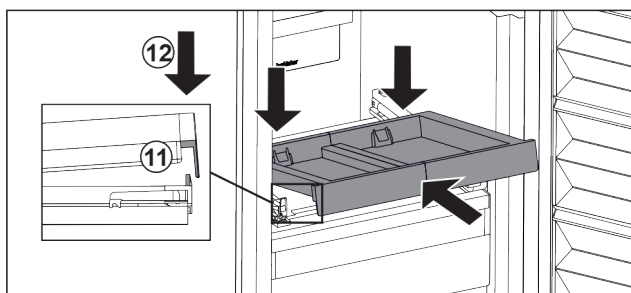

Fig. 103
- ▶ Skub skråt ind. Vær opmærksom på, at anslagets to sidder er bag lasken. Fig. 103 (11)
- ▶ Sæt udtrækshylden ned foran. Fig. 103 (12)